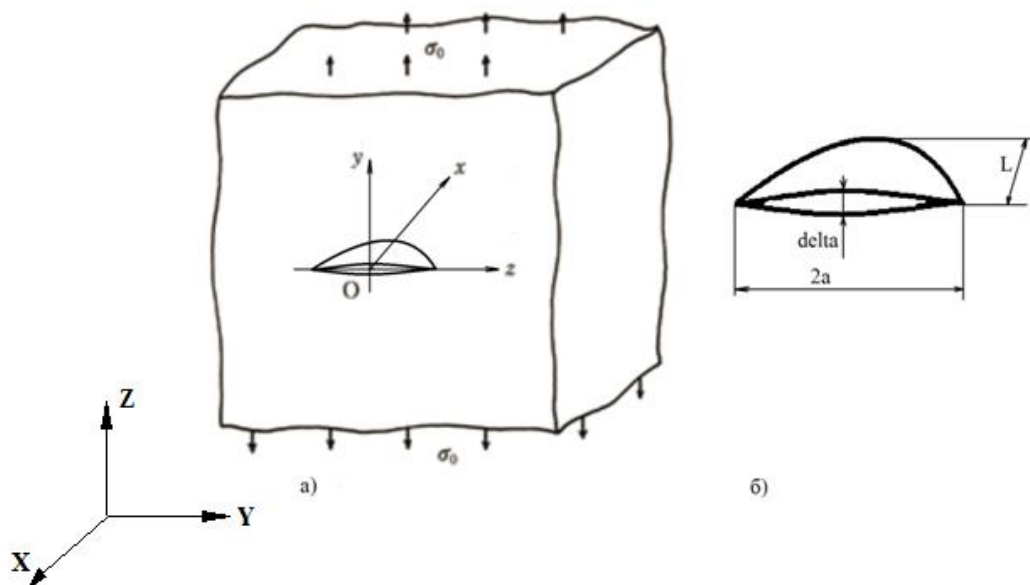

Рисунок 12.3 – Модель с трещиной. а) ЛСК трещины, б) обозначение размеров трещины
1.2) Ориентация ЛСК трещины по осям ГСК. Задается ЛСК трещины относительно ГСК (рисунок 12.3 а).
1.3) Размеры трещины, мм (рисунок 12.3 б).